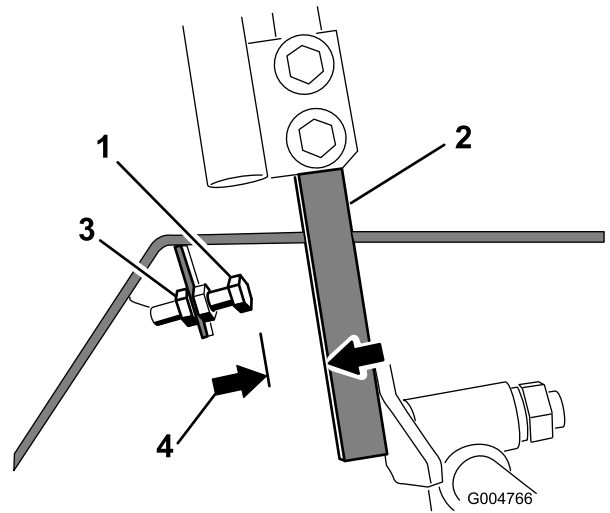

Figura 54
4. Solte a porca de retenção no parafuso de paragem para uma alavanca de controlo (Figura 54).